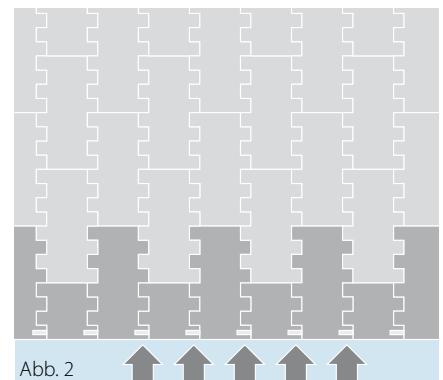

Abb. 2
- Profile und Randmodule richtig positionieren. Bei Serie 5 und 7 werden die Kupplungsstäbe mit Clips arretiert. Die Randmodule müssen so positioniert werden, dass die Clipschlösser außen liegen (Abb. 2). Bei Serie 5 (Kurvenband) sind die Randmodule rechts und links unterschiedlich und können mit Seitenplatten versehen sein.